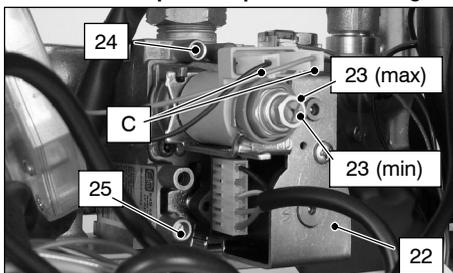

fig. 7.2
Dopo ogni misurazione delle pressioni gas, **richiudere bene** le prese di pressione utilizzate (25 e 24 in fig. 7.2). Dopo ogni operazione di regolazione gas **gli organi di regolazione della valvola devono essere sigillati**.
- 1 A caldaia spenta (fuori servizio), controllare la pressione di alimentazione utilizzando la presa 25 in fig. 7.2 e confrontare il valore letto con quelli riportati nella tabella **Pressioni di alimentazione gas** a pag. 10, 12, 14
- 3 Aprire la presa di pressione 24 in fig. 7.2 e collegare un manometro.
Per tarare la pressione al bruciatore agire sul dado esagonale grande in ottone dell'operatore modulante 23 *max* in fig. 7.2 (ruotando in senso orario la pressione aumenta).
- Sconnettere il filo di alimentazione "C" dell'operatore modulante 23 in fig. 7.2
Per tarare la pressione al bruciatore agire sulla vite in plastica (23 *min* in fig. 7.2) tenendo fermo il dado esagonale in ottone grande (23 *max* in fig. 7.2) dell'operatore modulante (ruotando in senso orario la pressione aumenta).
10 Collegare il filo di alimentazione "C" dell'operatore modulante fig. 7.2
14 **Chiudere la presa di pressione 24 in fig. 7.2**